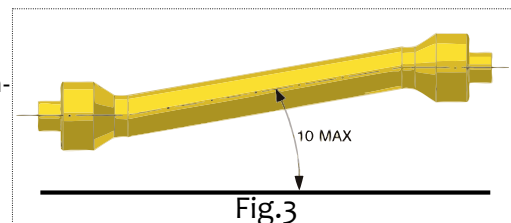

Fig.3
- Desconectar la toma de fuerza cuando el árbol cardán determina un ángulo demasiado abierto (nunca mayor de **10 grados** - Fig. 3) y cuando ésta no se usa.